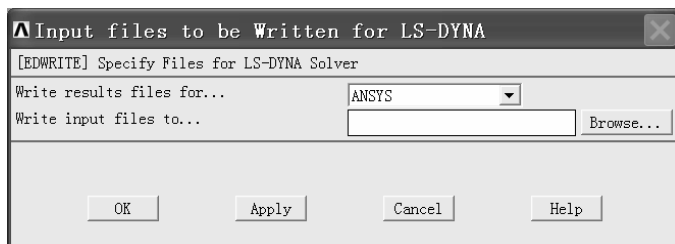

图 5-51 “Input files to be Written for LS-DYNA” 窗口
(1) 依次选择 Main Menu>Preprocessor>Solution>Write Jobname.k, 弹出 “Input files to be Written for LS-DYNA” 窗口 (见图 5-51)。